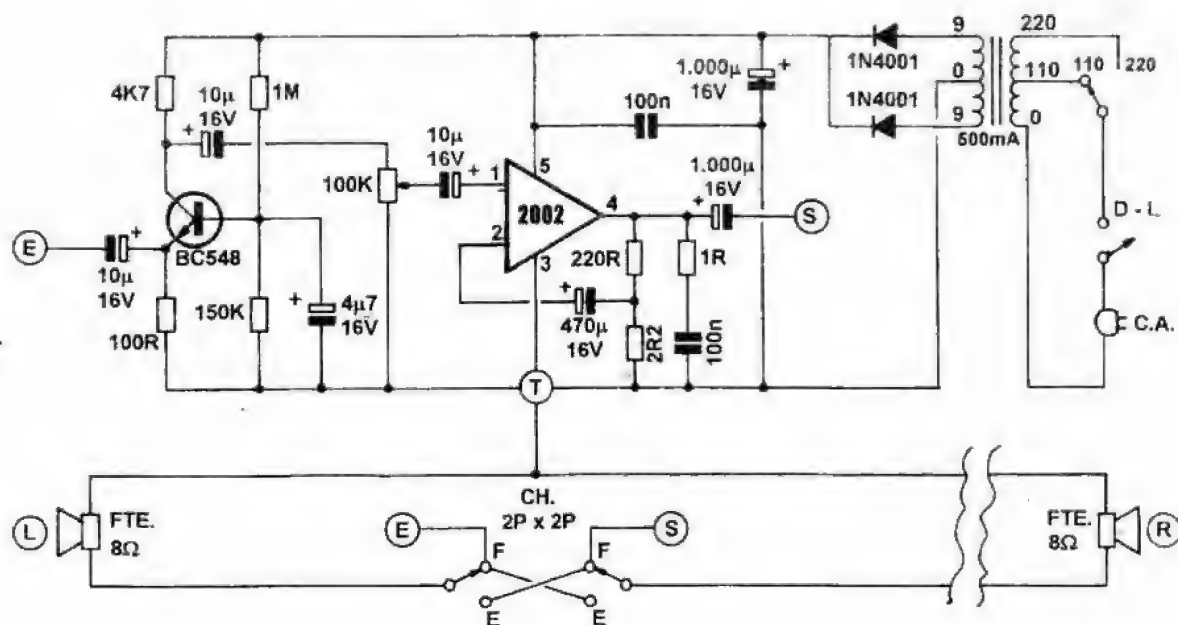

Fig. 1
- **FIG. 1 - DIAGRAMA ESQUEMÁTICO DO CIRCUITO** - A concepção modular embute o conceito de compactação, alto desempenho e grande facilidade de adaptação a múltiplas configurações externas ao circuito... Assim, optamos por um arranjo centrado num integrado amplificador de áudio de bom desempenho, baixo custo e fácil circuitagem: o 2002, originalmente desenvolvido para utilização em amplificadores automotivos (reforçadores de áudio para auto-rádios ou toca-fitas de veículos...), porém perfeitamente capaz de operar sob tensões outras (que não os originais 12 V presentes no circuito elétrico de um carro...) e sob condições circuitais diferenciadas... Esse integrado (que, fisicamente, *parece* um transistor de potência comum, a não ser pelas suas 5 pernas - no lugar das 3 normalmente mostradas pelos transistores...) permite a implementação de um completo amplificador, de excelente ganho, sensibilidade e potência, com o auxílio de um mínimo de componentes externos (conforme se vê do diagrama...), pouco mais de *meia dúzia* de resistores e capacitores comuns e baratos... O 2002 pode funcionar sob alimentação C.C. dentro da faixa que vai desde 6 volts até 18 volts (com a potência final máxima a ser esperada, dependente da exata tensão de alimentação...). Como num sistema de intercomunicação ponto-a-ponto típico a necessidade de potência final não é assim tão exagerada, preferimos manter a alimentação num nível intermediário, 9 volts nominais, fornecidos por fonte simples